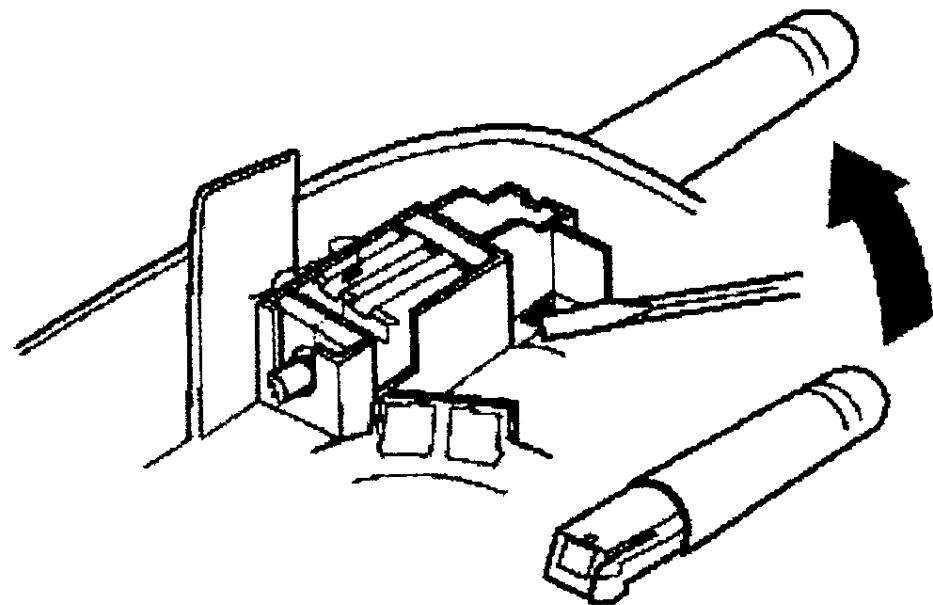

图12 天线的拆卸
14. 用改锥或类似工具压住天线座上的接线片，以便松开整个天线组件（见图12）。